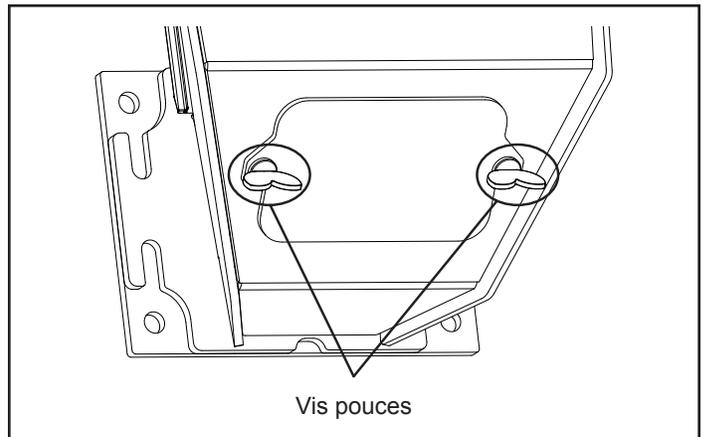

Figure 2.7
- Desserrez les (2) vis pouces à l'aile sur l'angle avant inférieur du pot de combustion. Figure 2.7